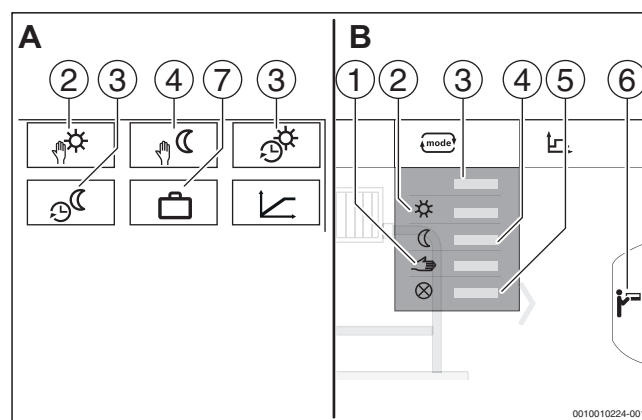
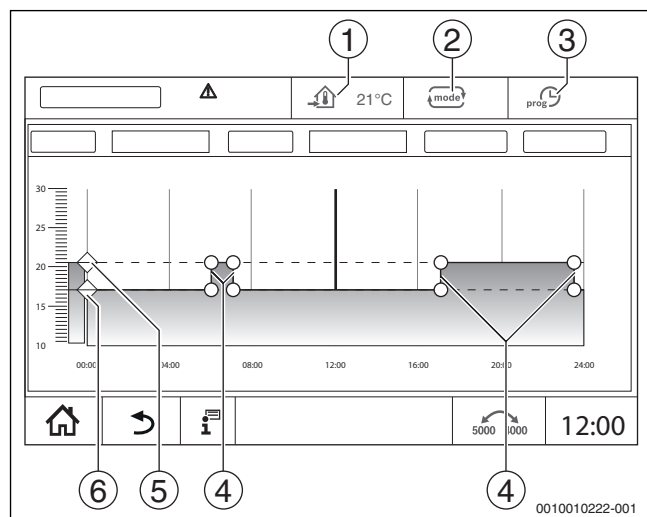

Рис. 17 Виды режимов работы
Рис. 18 Изменение **Автоматический пониженный режим** во временной программе
Для режимов работы (→ рис. 18, [2], стр. 12) и расширенных функций (→ рис. 17, [6]) можно задать собственные температуры и критерии переключений. Настройки можно выполнять отдельно для каждого отопительного контура и для каждого режима работы.
- **Ручной режим отопления** (→ рис. 17, [2])
- **Ручной пониженный режим** (→ рис. 17, [4])
- **Отпуск** (→ рис. 17, [7])
Автоматический режим отопления предопределяется через параметры на сервисном уровне. Параметры можно изменить во временной программе (→ рис. 18, [4], [5], стр. 12).
Автоматический пониженный режим предопределяется через параметры на сервисном уровне. Параметры можно изменить во временной программе (→ рис. 18, [4], [6], стр. 12).
- Измените значения температуры смещением точек (→ рис. 18, [5], [6]).